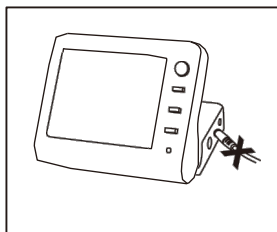

図6
- 1) 充電器が本体に接続されている場合は、取り外してください（図6）。